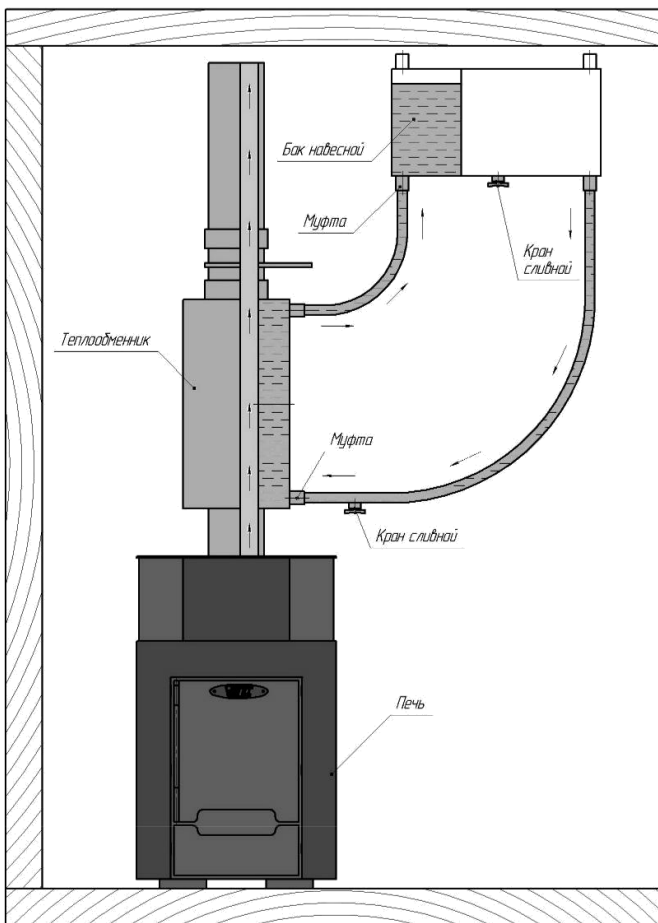

Рисунок 3: Вид спереди: подключение бака для горячей воды к банной печи серии «Фея» и «Синара»
- на печь устанавливается теплообменник, который подсоединяется к выносному баку – это отдельно весящий бак, который может быть размещен, в любом удобном месте или помещении (рисунок 3).